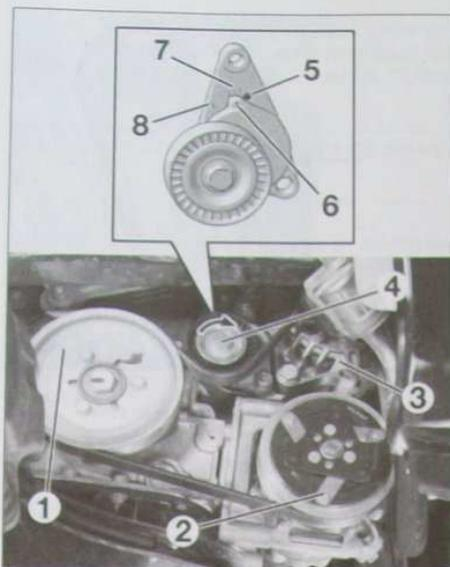

FIG.26
- Agir sur la vis du galet tendeur (4), à l'aide d'une clé dans le sens horaire, pour détendre la courroie, et le bloquer, avec une pige de 4 mm (outil Citroën 0188-Q1), en faisant passer son bossage après le trou de pigeage (5) (Fig.26).
- Mettre en place la courroie en commençant par la poulie de vilebrequin (1) puis celles du compresseur (2) et de l'alternateur (3) (Fig.26).
- Agir sur la vis du galet tendeur (4), à l'aide d'une clé dans le sens horaire, pour le libérer en retirant la pige et placer la courroie sous celui-ci.
Lorsque la courroie est neuve, les repères (6) et (7) doivent être alignés (Fig.26). L'alignement des repères (6) et (8) indique que la courroie est détendue, ce qui implique son remplacement.